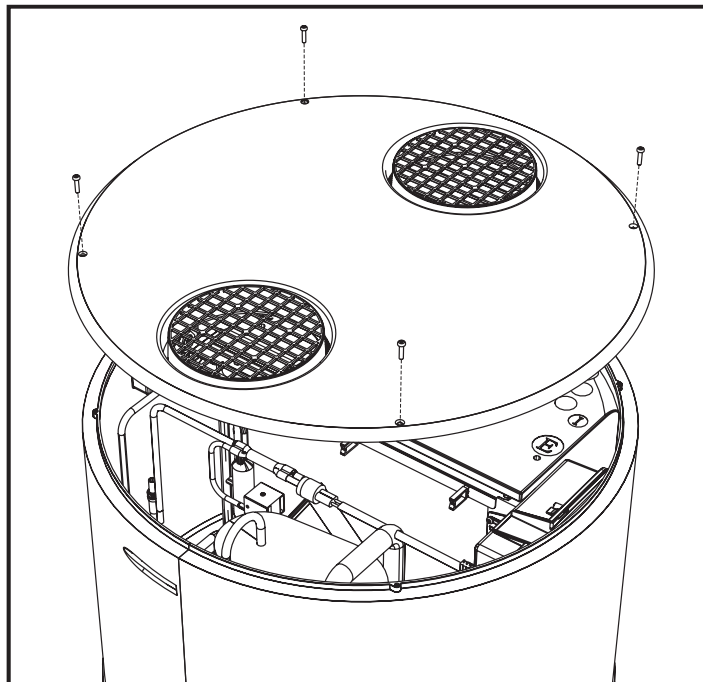

fig. 45 - Remoção da cobertura superior
- Remova a cobertura superior desapertando primeiro os respectivos parafusos de bloqueio (fig. 45).